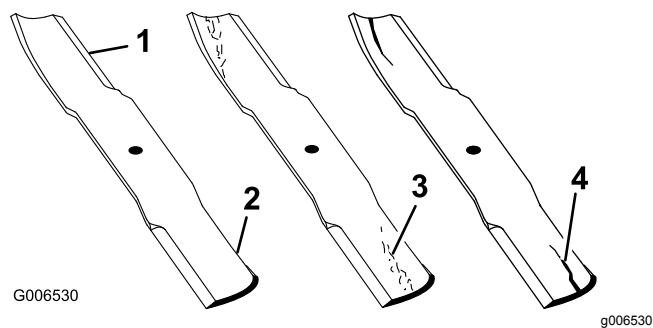

Figura 31
2. Verificate accuratamente i taglienti, con particolare attenzione ai punti d'incontro delle sezioni piatta e curva della lama (Figura 31). Sabbia e materiali abrasivi possono consumare il metallo che connette le sezioni piatta e curva della lama, per cui si consiglia di controllare la lama prima di usare la macchina. Se notate dell'usura (Figura 31), sostituite la lama; fate riferimento a Rimozione e montaggio della lama \(o delle lame\) (pagina 23).
Se continuate ad usare la lama usurata, si forma una scanalatura tra la costa e la sezione piatta della lama (**Figura 31**). Alla fine, un pezzo di lama può staccarsi e venire lanciato dal sottoscocca, con il rischio di ferire gravemente voi o gli astanti.